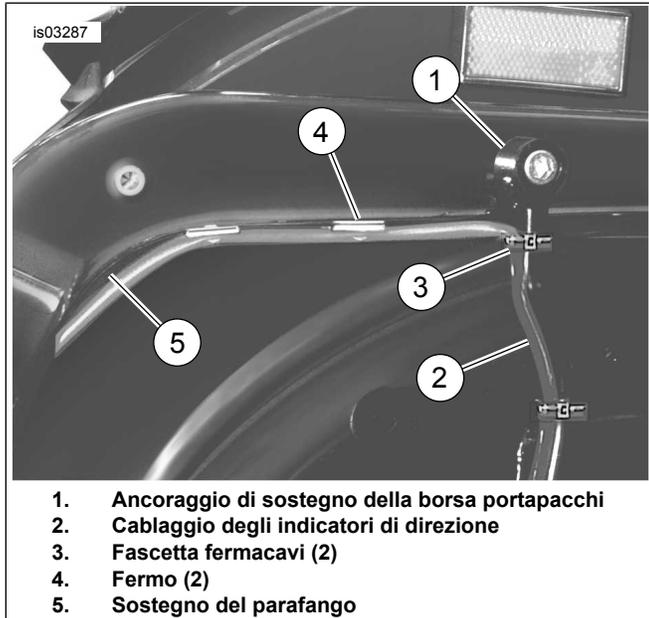
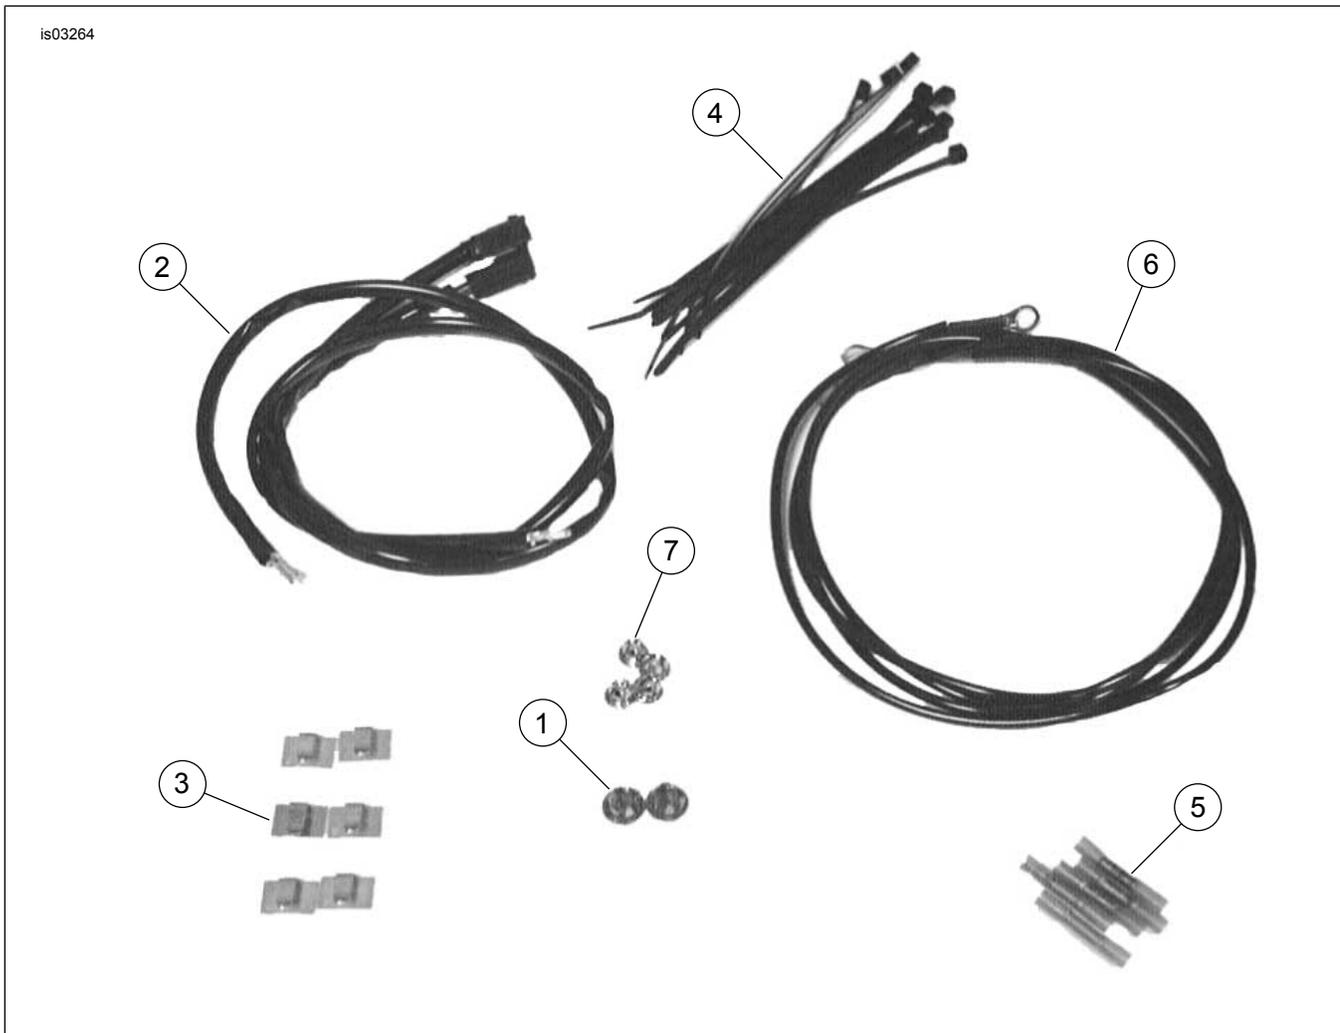

Figura 12. Disposizione del cablaggio e installazione di fascette e fermi dei cavi
Figura 19. Parti di ricambio: kit cablaggio degli indicatori di direzione (72509-00)
1. Vedere Figura 19. Installare i terminali nei connettori degli indicatori di direzione (a 2 vie) nelle posizioni precedentemente annotate. Vedere CONNETTORI ELETTRICI AMP MULTILOCK nel manuale di manutenzione.
2. Collegare la parte femmina del connettore degli indicatori di direzione alla parte maschio del connettore del cablaggio (2).
3. Staccare il rivestimento protettivo dall'adesivo di due fermi (3) e installarli sulla piastra di sostegno.
5. Vedere Figura 12. Continuare a passare i fili fino all'ancoraggio di sostegno della borsa portapacchi (1) e fissare il cablaggio degli indicatori di direzione (2) all'ancoraggio usando le fascette fermacavi (3). Tagliare la plastica in eccesso dalle estremità delle fascette.
6. Staccare il rivestimento protettivo dall'adesivo di due fermi (4) e installarli alla base del sostegno del parafrangente (5). Inserire il cablaggio in ogni fermo piegare le linguette dei fermi per bloccare i fili.
- a. Misurare e tagliare un tratto di filo del cablaggio (Figura 19, elemento 2) fornito nel kit.
- c. Usando connettori a giunto di testa (Figura 19, elemento 5), collegare il ponticello tra il filo originale e l'estremità del terminale.